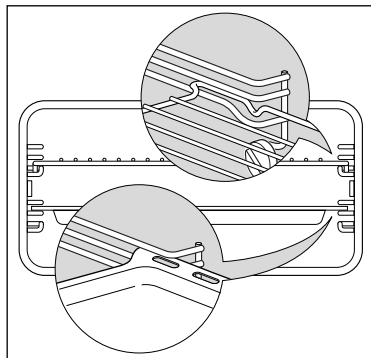

Figura 32 Posizione corretta dei ripiani e leccarda
- Inserire ripiani e leccarde - figura 32. Inserirli nelle guide metalliche, con la tacca di blocco di sicurezza verso il basso e sul retro.